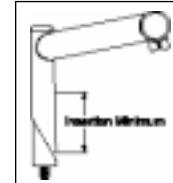

Fig. 1
- Sur les tubes pivots filetés, introduisez une longueur minimum de potence en accord avec les normes CPSC et JIS. La potence doit pénétrer le tube d'une longueur au moins égale à 2,5 fois le diamètre de la potence à son extrémité inférieure, pas celle en biseau (voir Fig. 1).